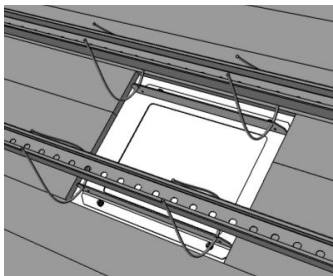

Figura 1
1. Passe os cabos de aço, arame ou braçadeiras com diâmetro de no máximo Ø 5mm, pelos furos da parte traseira da Luminária, conforme Figura 1;